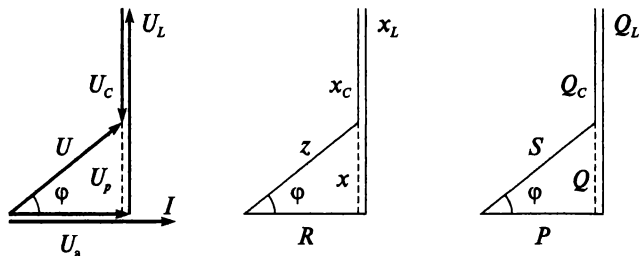

Рис. 9.9
- 1) *индуктивный режим* (рис. 9.9), при котором $U_L > U_C$, $U_p > 0$, $x_L > x_C$, $\varphi > 0$, $Q > 0$;